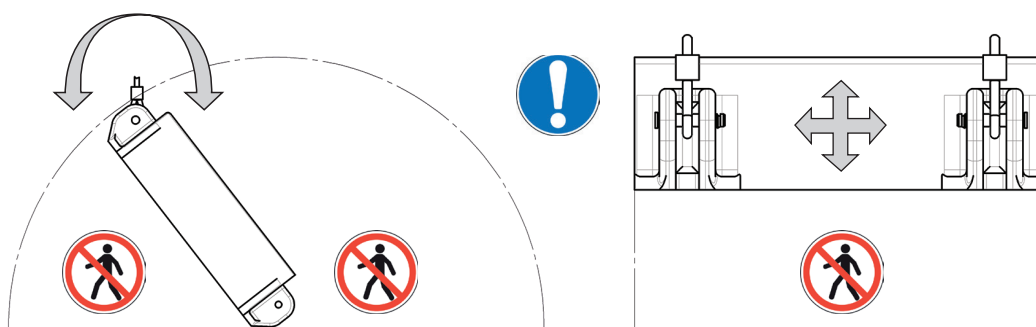

Fig.5
*Pas s'arrêter ou transiter près du charge pendant les opérations de soulèvement / mouvementation / renversement (voir **Fig.5**).*